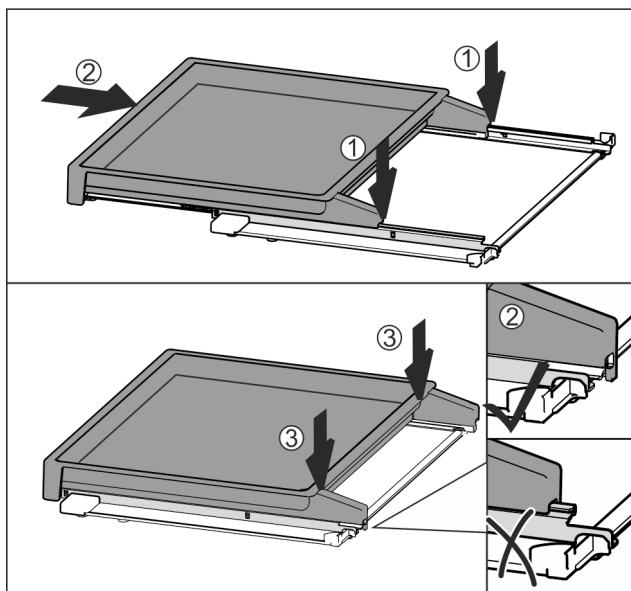

Fig. 113
- ▶ Anbring den midt på skinnerne Fig. 113 (1).
- ▶ Skub udtrækshylden helt ind Fig. 113 (2).
- ▶ Tryk bagtil, indtil det kan høres, at den går i indgreb Fig. 113 (3).